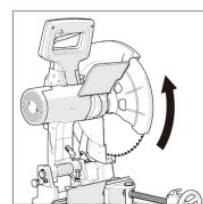

Fig. 5
- Vrid för hand för att dra tillbaka det nedre bladskyddet uppåt till det övre bladskyddet. (Fig.5).